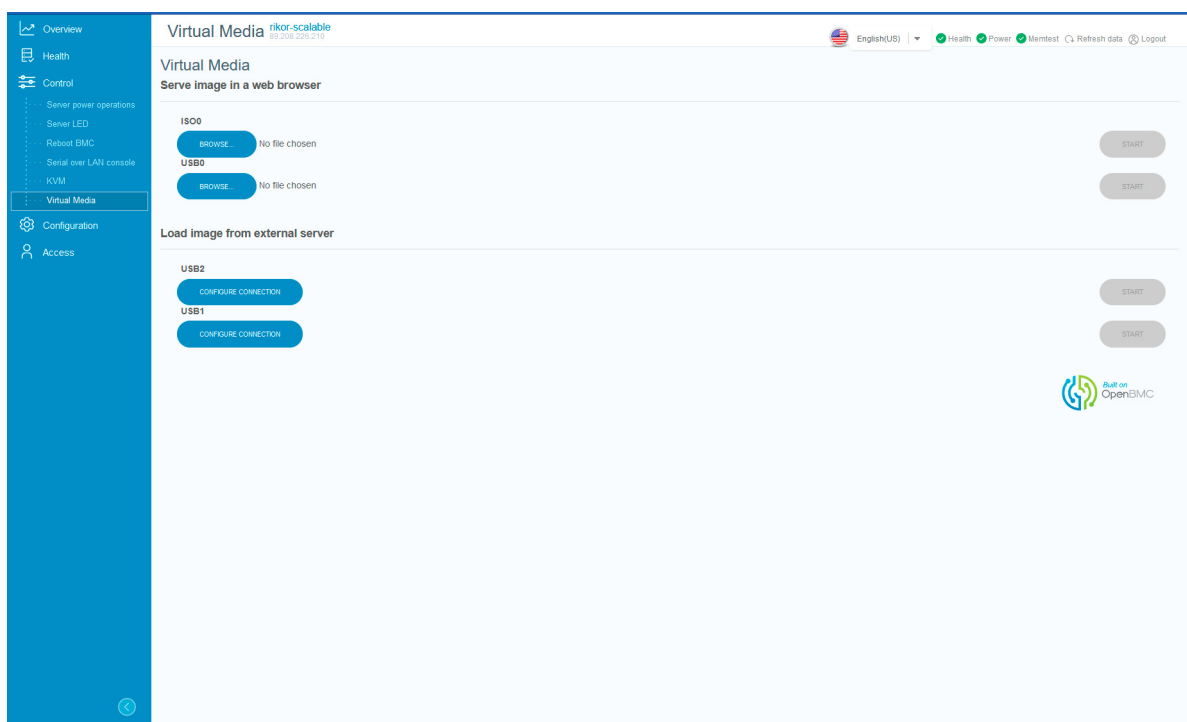

Рис. 73. Окно «Virtual Media»
- 7) Пройдите во вкладку «Control» → «Virtual Media» в данной вкладке осуществляется виртуальное подключение периферийных устройств. Окно показано на рис. 73 Окно «Virtual Media»